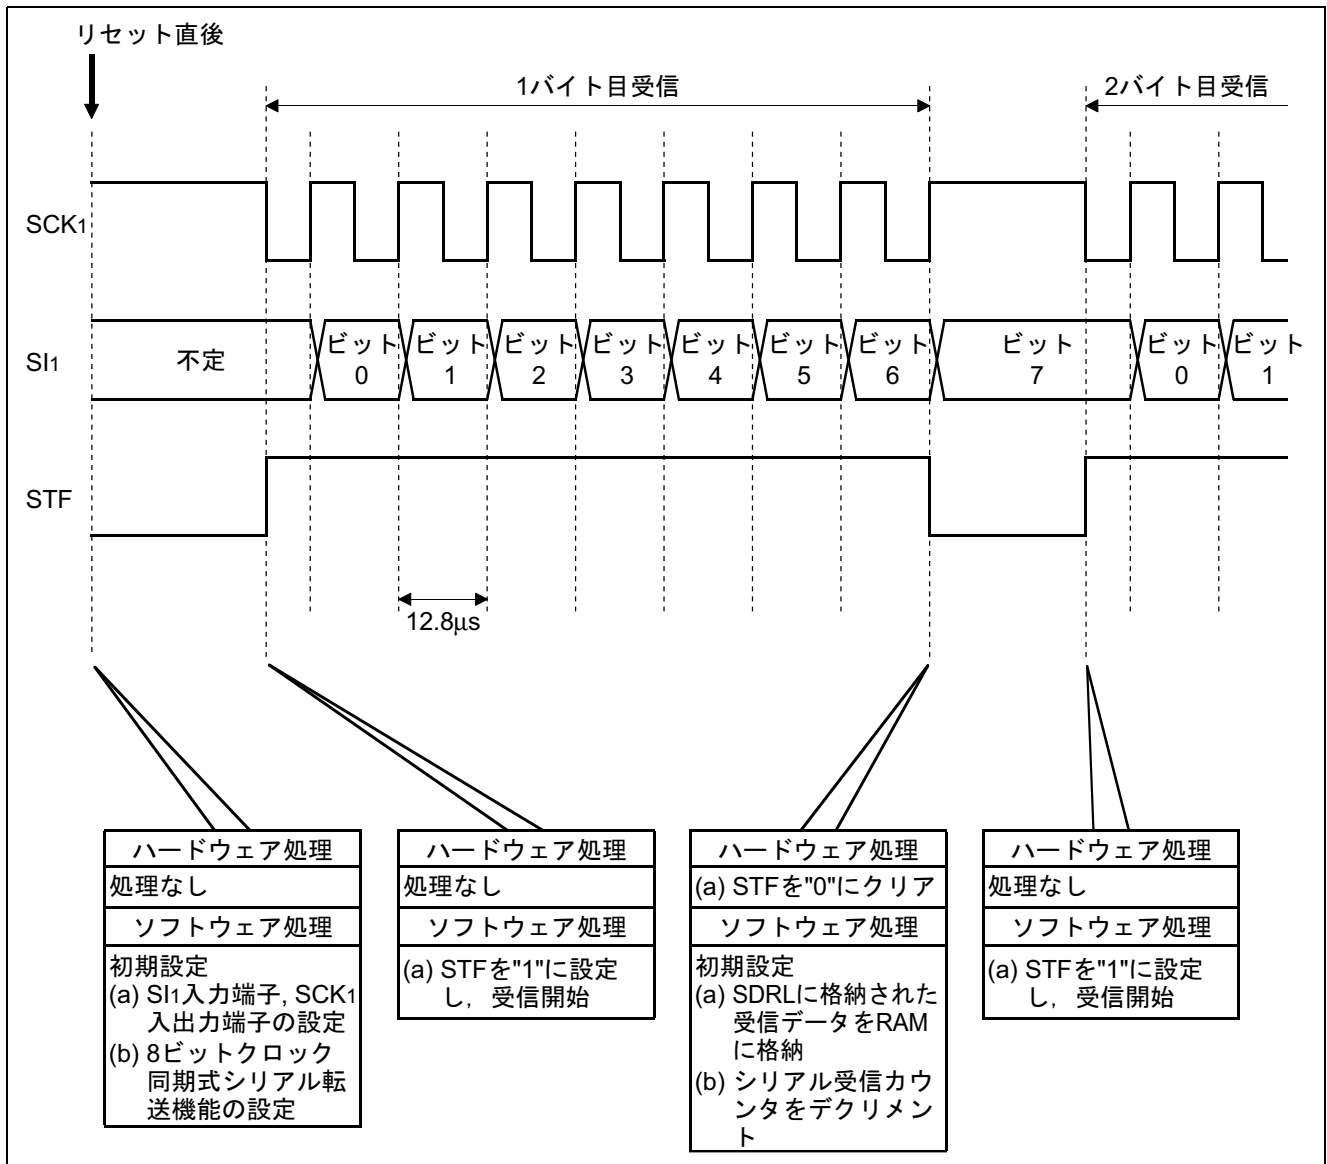

図3 クロック同期式シリアル受信の動作原理
(1) 図3に動作原理を示します。図3に示すようなハードウェア処理, およびソフトウェア処理によりクロック同期式シリアルデータ受信を行います。